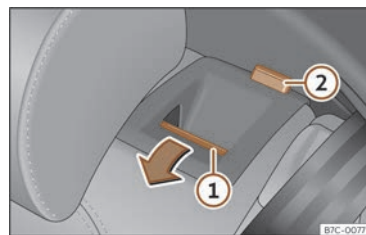

Fig. 68 Asiento trasero: abatir el respaldo.
- Pulse la tecla de desbloqueo >>> fig. 68 ① hacia delante y, al mismo tiempo, abata el respaldo. El respaldo trasero está desbloqueado cuando se ve una marca roja en la tecla ②.